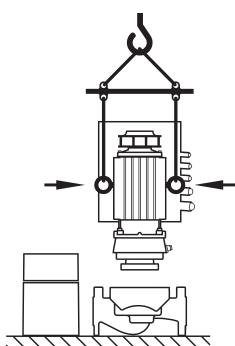

Fig. 9: Транспортування двигуна
- За необхідності (напр., у випадку ремонту) транспортні вушка можна перемістити з фланця двигуна на корпус останнього (див. Fig. 9). Перш ніж встановлювати транспортні вушка на корпусі двигуна, з відповідних отворів слід викрутити розпірні держаки (Fig. 7, п. 20b) (див. главу 10.2.1 «Заміна ковзаючого торцевого ущільнення» на сторінці 50).
- У разі перенесення транспортних вушок із фланця двигуна на корпус останнього їх можна використовувати лише для переміщення або транспортування модуля (Fig. 9), але в жодному разі не для транспортування всього насоса і не для відокремлення модуля від корпусу насоса.